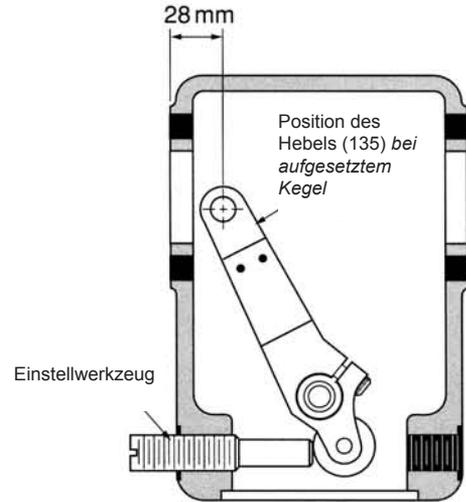

Abbildung 6
HINWEIS: Schieben Sie den Ventilhebel (135) vorsichtig auf die Keilverzahnung, damit sich sein freies Ende (je nach Wellenendenverzahnung) möglichst nahe an der Gehäusewand des Antriebsjochs befindet (Abbildung 6, Abstand ca. 28 mm). Die Stellung des Kegels (3) darf sich während dieses Vorgangs nicht ändern.
7.3 Stellantrieb einstellen (Abbildung 6, 7, 8)
Da Sitzring und Kegel aus weichen Materialien bestehen, muss der Ventilhebel (135) so eingestellt werden, dass das Ventil genügend abdichtet. Dies kann mit dem Handrad oder dem Einstellwerkzeug (Bild 6) erfolgen.